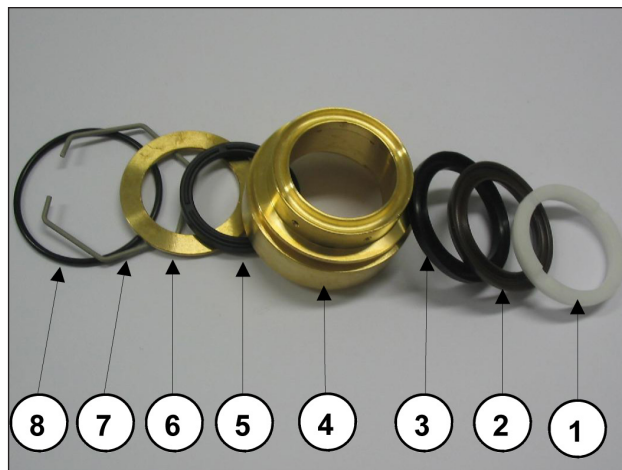

Fig. 22
**Preste atenção à ordem de desmontagem do pacote de vedações, conforme indicado na Fig. 22, composto de:**